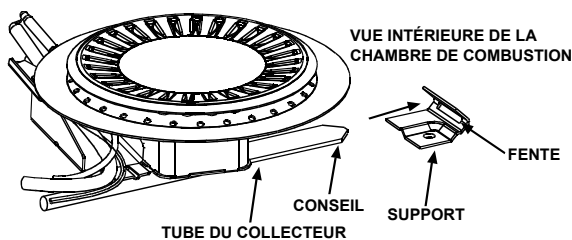

FIGURE 27.
3. Insérer le nouvel ensemble collecteur/brûleur dans le compartiment du brûleur en vous assurant que la pointe du tube du collecteur s'engage dans la rainure du support dans la chambre de combustion (Figure 27).